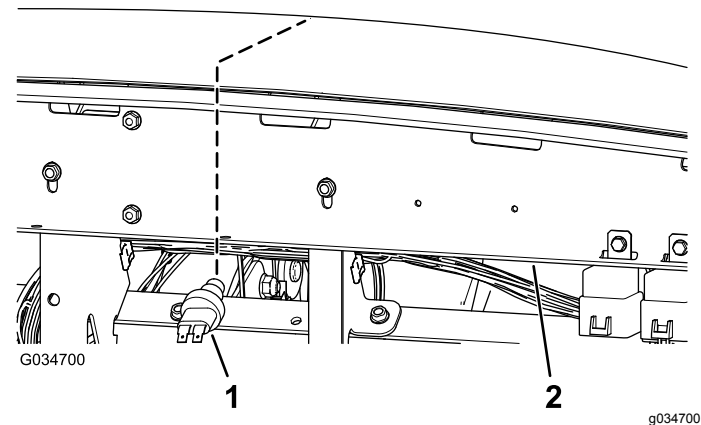

Figura 5
2. Vá por baixo do suporte do painel e instale o interruptor da buzina na abertura (Figura 5).